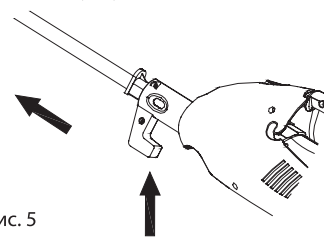

Рис. 5
4. Чтобы отсоединить телескопическую ручку нажмите на фиксатор на базовом корпусе и вытяните ручку (Рис. 5).